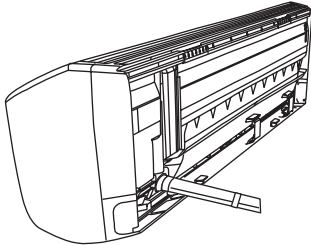

图7
（1）当要把铜管从后面引出时，将铜管、排水管和连接电缆一起用附件 ⑪ 胶带绷紧。（图7）